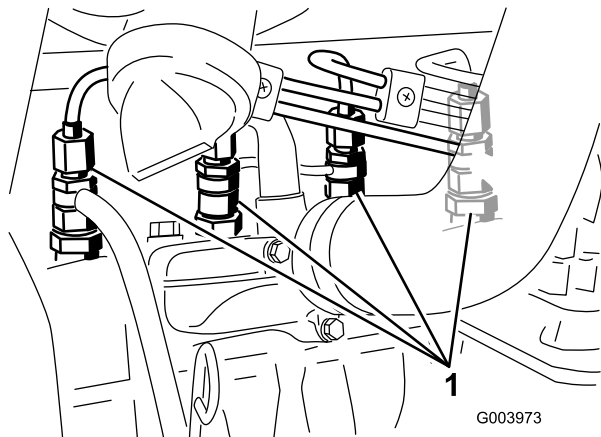

Рисунок 38
1. Ослабьте соединение трубки к соплу № 1 и держателю в сборе (Рисунок 38).